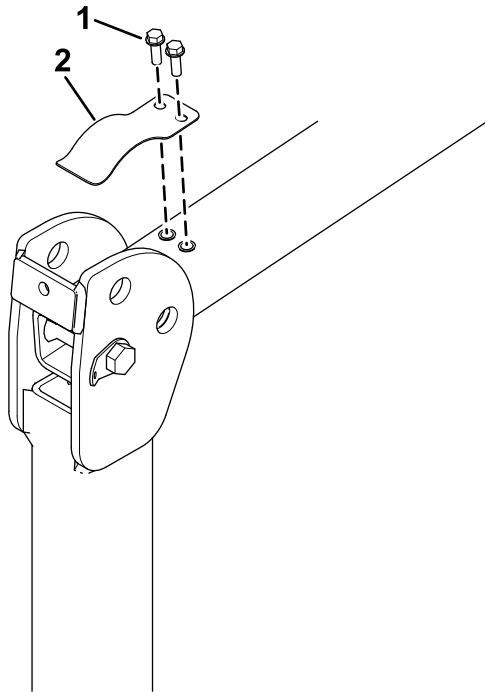

図 7
1. ロールバーを下げた状態で、ロールバーの両側からガタつき防止用のリーフスプリング (図 7) を取り外す。